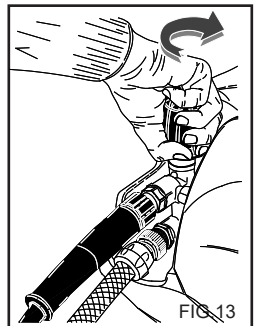

FIG.13
Le dispositif régulateur de pression (fig. 13) permet de régler la pression de service. En faisant tourner le bouton C dans le sens contraire des aiguilles d'une montre (B) (minimum), on obtient une réduction de la pression de service.